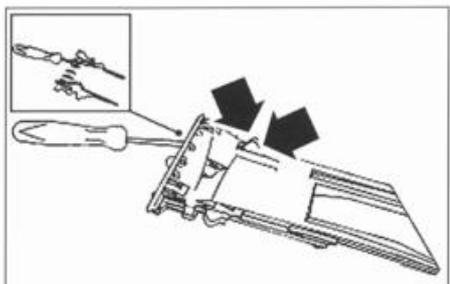

FIG. 47
- las 4 salidas de ventilación de salpicadero (fig. 47).